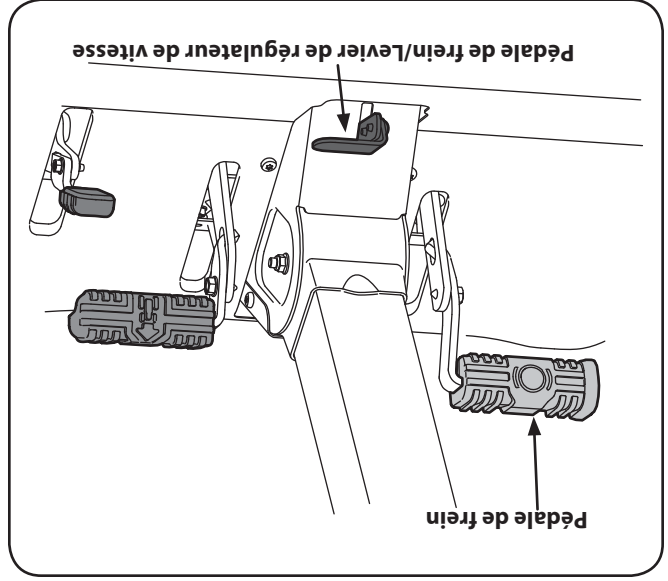

Figure 5-1
2. Pour vous déplacer en MARCHÉ AVANT, appuyez lentement sur la pédale d'accélérateur jusqu'à l'obtention de la vitesse désirée. Voir la Figure 5-1.
2. Serrez le frein de stationnement en appuyant sur la pédale de frein , puis abaissez la manette de frein/régulateur de vitesse et relâchez la pédale de frein . Voir la Figure 5-1.
3. Placez la bouton de la prise de force (embrayage de la lame) à la position OFF (non enclenchée). Voir la Figure 5-1.
4. Déplacez la bouton du volet de départ à la position « FULL CHOKE ». Voir la Figure 5-1.